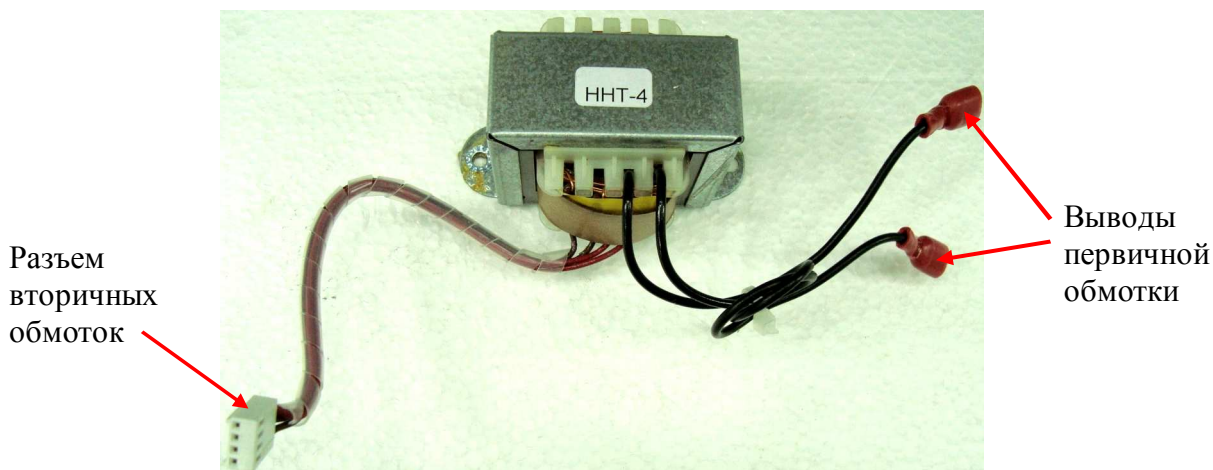

Рис. 4.12. Диагностика трансформатора питания.
4.15.3. Подключить первичную обмотку трансформатора к сети ~220В. Установить на мультиметре режим измерения переменного напряжения. Поочередно измерить напряжения на выводах вторичных обмотках трансформатора (коричневые и красные провода, рис. 4.12). Напряжения должны быть равны и составлять ~11В +/-10%.